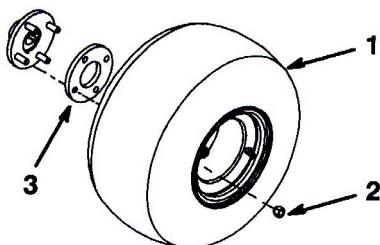

図2
- 各ハブにホイールを取り付ける(図2; 1つのホイールにラグナット4個) ホイール・ナットを61-75 N.m(6.2~7.6 kg.m)にトルク締めする。